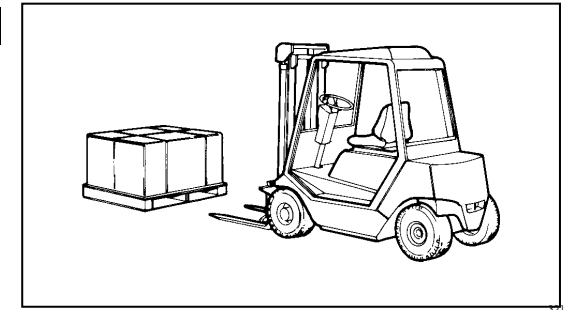

Fig.5
The machine is crated in a wooden box of appropriate strength. The box is mounted on a pallet. Handling of the machine must be performed with an appropriate lifting device (fork lift) (Fig.5).
*Le transport de la machine emballée doit être effectué avec un dispositif de levage spécial (chariot élévateur) (Fig.5).*
Der Transport des so verpackten Geräts muß mittels einer geeigneten Hebevorrichtung erfolgen (Gabelstapler) (Abb.5).